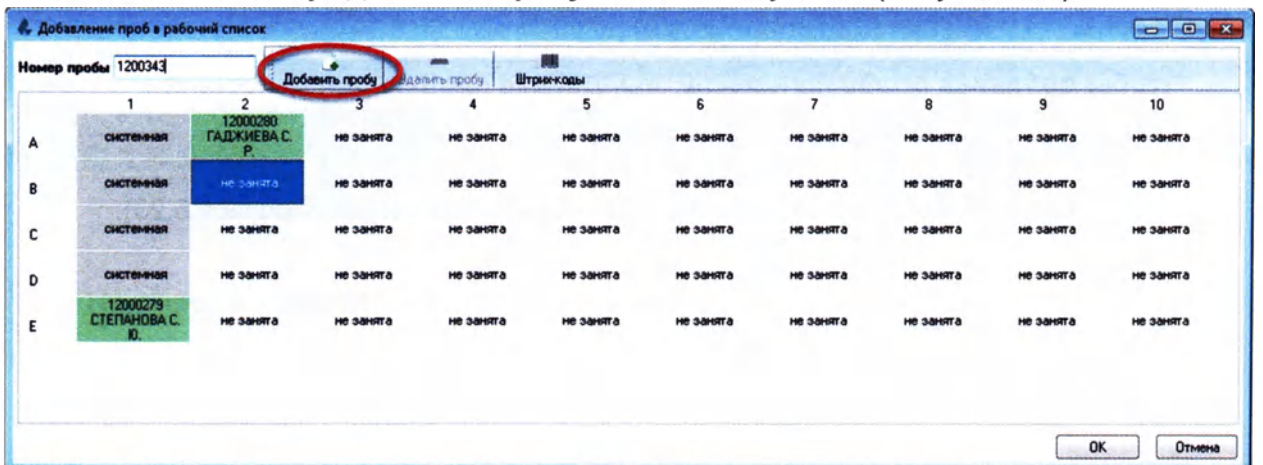

Рисунок 6.25
- Нажмите кнопку «Добавить пробу» или клавишу **Enter** (Рисунок 6.25):